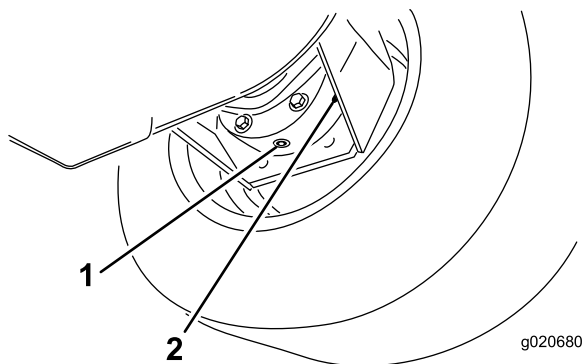

Figura 70
3. Mettete una bacinella sotto la scatola del freno, togliete il tappo di spurgo e lasciate defluire l'olio (Figura 70).